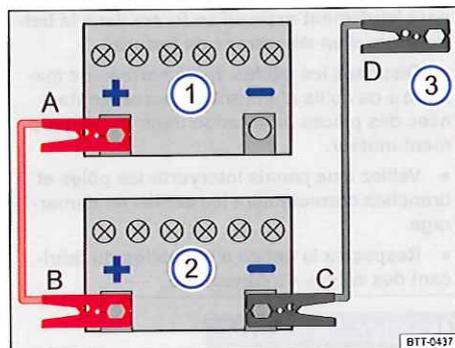
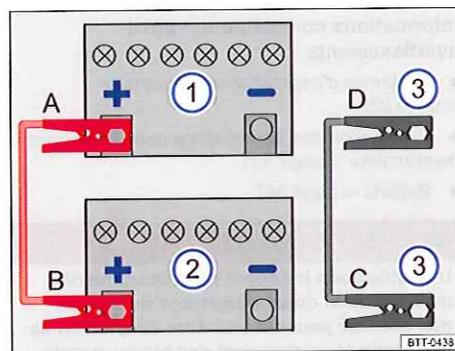

Fig. 265 Schéma de branchement des câbles de démarrage sur les véhicules sans dispositif start/stop de mise en veille fournissant l'aide au démarrage
Fig. 266 Schéma de branchement des câbles de démarrage sur les véhicules avec dispositif start/stop de mise en veille fournissant l'aide au démarrage
Légende concernant la fig. 265 et la fig. 266 :
Branchez les câbles de démarrage uniquement dans l'ordre **A – B – C – D** ⇒ fig. 265 ou ⇒ fig. 266.
- Raccordez une extrémité du câble de démarrage *rouge* à la borne positive (+) ⇒ fig. 265 ou ⇒ fig. 266 du véhicule dont la batterie est déchargée ① ⇒ .
- Raccordez l'autre extrémité du câble de démarrage *rouge* à la borne positive (+) de la batterie fournissant le courant ②.
- Sur les véhicules **sans dispositif start/stop de mise en veille** : raccordez une extrémité du câble de démarrage *noir* de préférence à une prise de démarrage de fortune (raccord à la masse) (-) ⇒ page 448, sinon raccordez-la à la borne négative (-) de la batterie fournissant le courant ⇒ fig. 265 ②.
- Sur les véhicules **avec dispositif start/stop de mise en veille** : raccordez une extrémité du câble de démarrage *noir* ⇒ fig. 266 ③ de préférence à une prise de démarrage de fortune (raccord à la masse) (-) ⇒ page 448, sinon raccordez-la à l'œillet de remorquage avant vissé, à une pièce métallique massive, fermement vissée sur le bloc-cylindres ou au bloc moteur lui-même.
- Sur le véhicule dont la batterie est déchargée, raccordez l'autre extrémité du câble de démarrage *noir* ⇒ fig. 265 ③ ou ⇒ fig. 266 ③ de préférence à la prise de démarrage de fortune (raccord à la masse) ⊖ ⇒ page 448 ou raccordez-la à l'œillet de remorquage avant vissé ⇒ page 453, à une pièce métallique massive fermement vissée sur le bloc-cylindres ou au bloc moteur lui-même ⇒ .
- Débranchez les câbles de démarrage uniquement dans l'ordre **D – C – B – A** ⇒ fig. 265 ou ⇒ fig. 266.